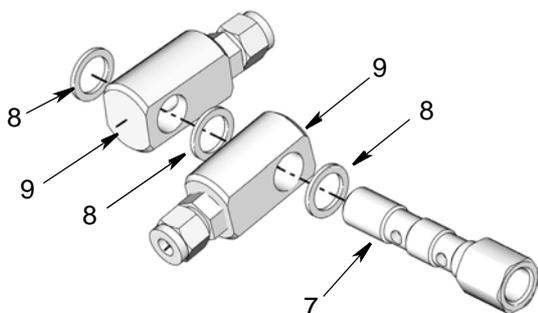

ABB. 12
6. Setzen Sie eine Scheibe (8) auf das Ende der Doppelhohlschraube (7). Installieren Sie dann das Ringstück (9) an der Schraube. Installieren Sie eine weitere Scheibe, gefolgt von einem weiteren Ringstück (9), und wieder eine Scheibe (8) in der in ABB. 12 gezeigten Ausrichtung.